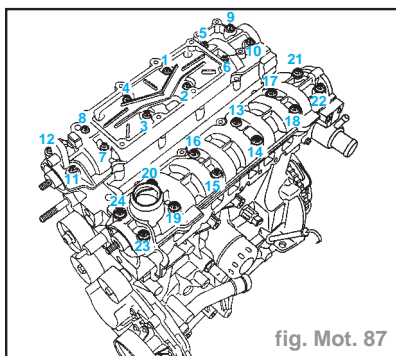

fig. Mot. 87
- les carters chapeau des paliers d'arbres à cames. Les serrer au couple de **1,2 daN.m** en respectant l'ordre indiqué (fig. Mot. 87),
- Serrer le décanteur d'huile au couple de **1,3 daN.m** dans l'ordre préconisé (fig. Mot. 87 bis).
fig. Mot. 87 bis